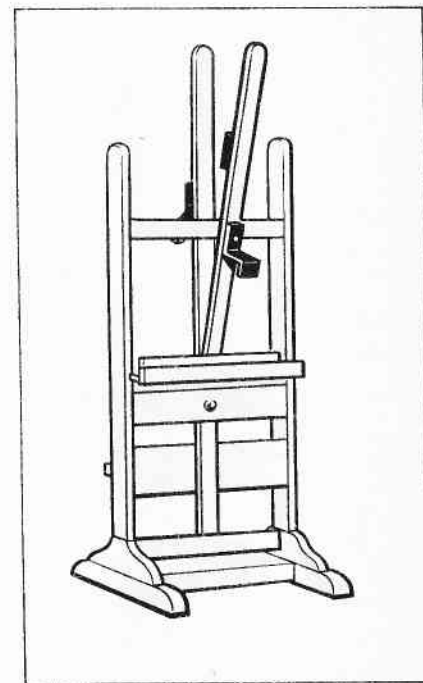

Рис. 23. Двусторонний мольберт.
**Стационарный двусторонний мольберт** другого типа показан на рис. 23. Такой мольберт тоже предназначен для работы над картиной большого размера в мастерской. Устойчивость мольберта позволяет устанавливать картину до 4 м шириной и до 1,6 м по высоте. Габариты 600×700×1700 мм.